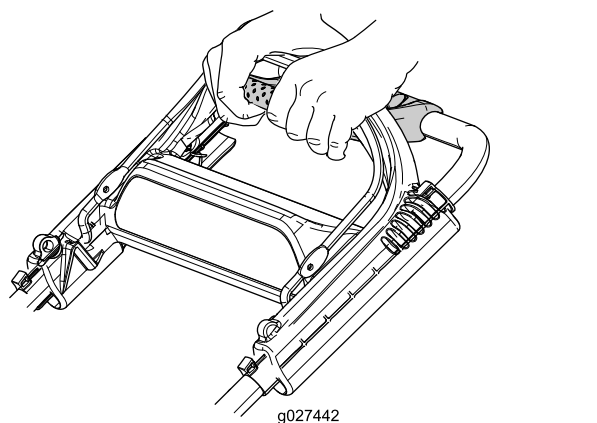

Bild 16
1. Strecken Sie die Fingerspitzen aus und fassen Sie die Ecken des Antischlupfregelungsgriffs an (Bild 16).